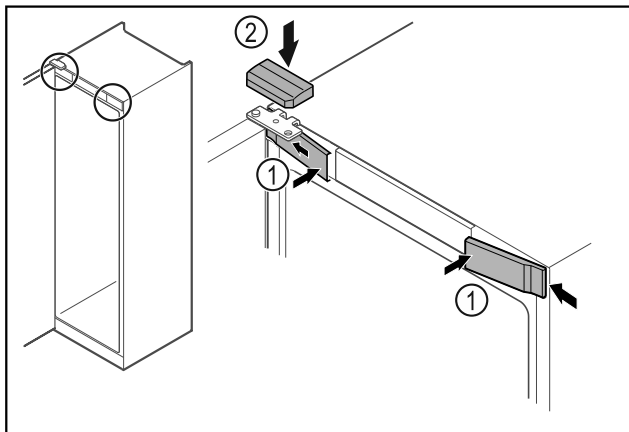

Fig. 63
- ▶ Zaháknite predné kryty Fig. 63 (1) naboku a zaistite ich.
- ▶ Zaistite horný kryt Fig. 63 (2) zhora.